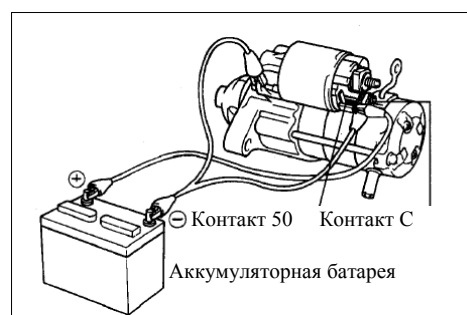

Рис. 320
- (1). При помощи проводов подсоедините аккумулятор как показано на рисунке;
- (2). Подсоедините втягивающее реле как показано на Рис. 320;
- (3). Отсоедините клемму С реле;
- (4). Проверьте, выдвигается ли шестерня стартера. Если шестерня стартера неподвижна, то замените втягивающее реле;
- (5). Отсоедините положительный провод от стартера, шестерня стартера должна вернуться в исходное положение;
- (6). Если шестерня стартера не вернулась в исходное положение, замените втягивающее реле.